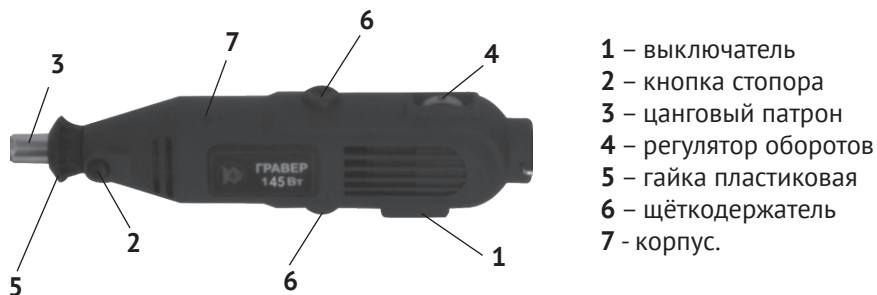

рис. 1
4.1 Общий вид гравёра схематично представлен на рис. 1
Электродвигатель расположен в пластиковом корпусе (рис.1 поз.7), состоящем из двух половин. Выключатель гравёра (рис.1 поз.1) имеет два фиксированных положения: «I» - включено и «0» - выключено. Диск регулятора оборотов (рис.1 поз.4) изменяет скорость вращения патрона в пределах от 10000 до 35000 об/мин.
6.2 Нажмите и удерживайте в нажатом положении кнопку (рис.1 поз.2) блокировки вала инструмента. Ослабьте патрон (рис.1 поз.3).
6.4 Надёжно закрепите насадку в цанговом патроне (рис.1 поз.3) плотно закрутите его, при этом следует надёжно удерживать кнопку стопора (рис.1 поз.2).
- открутить пластиковую гайку (рис.1 поз.5) гравёра;
7.1 Включите гравёр с помощью выключателя (рис.1 поз.1).
7.2 Изменение скорости вращения вала электроинструмента можно выполнить регулятором оборотов (рис.1 поз.4).
- выкрутить из корпуса (рис.1 поз.7) щёткодержатели (рис.1 поз.6) со щётками;